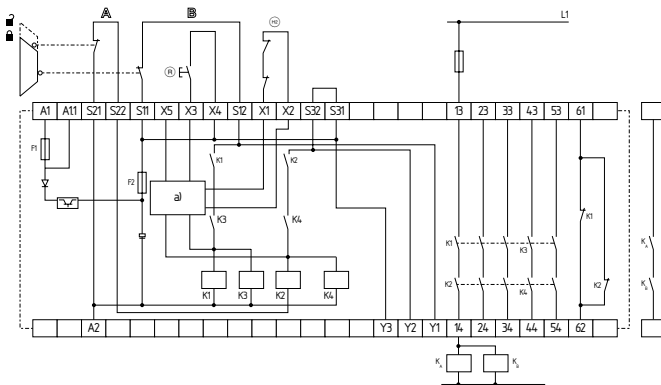

Fig. 5
Control mediante dos canales, mostrado a través del ejemplo de la monitorización de un resguardo de seguridad con dos contactos A y B, por lo menos uno de ellos como contacto de apertura forzada con pulsador de rearme externo (R) (fig. 5)